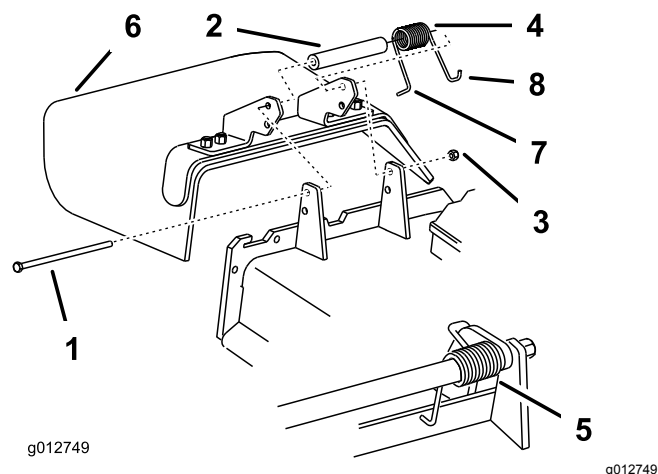

Figure 60
**Remarque:** Veillez à placer l'extrémité en L du ressort derrière le bord du plateau avant de mettre le boulon en place, comme montré à la Figure 60.
3. Remettez le boulon et l'écrou en place. Placez l'extrémité en J du ressort autour du déflecteur d'herbe (Figure 60).
1. Retirez le contre-écrou, le boulon, le ressort et l'entretoise qui fixent le déflecteur aux supports de pivot (Figure 60).